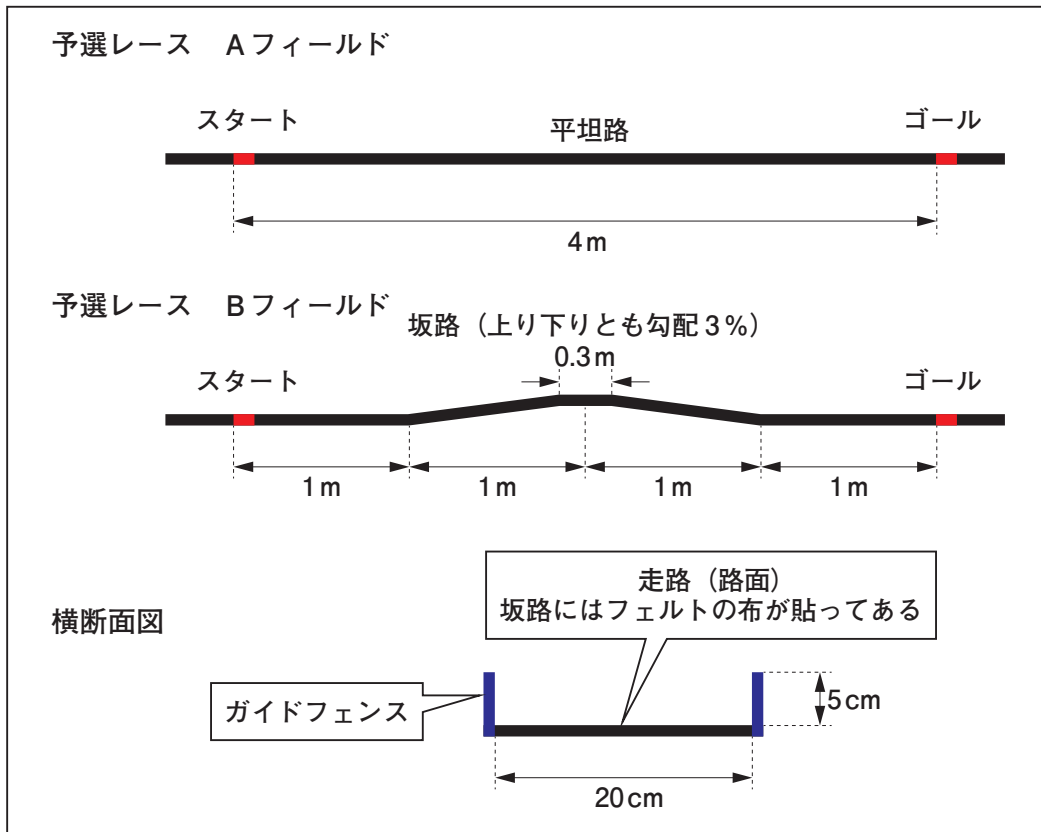

図4 予選レースのレーン (側面図と横断面図)
- ① 予選レースのレーンの仕様は, AフィールドとBフィールドで異なる(図4)。